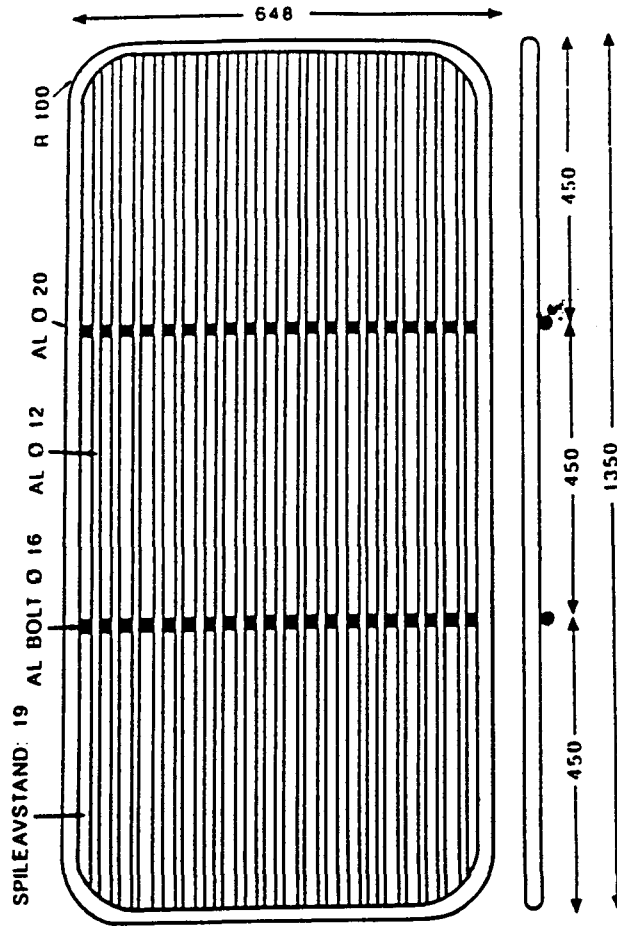

Fig.3
A. SORTERINGSRIST (se fig. 3, 4 og 7)